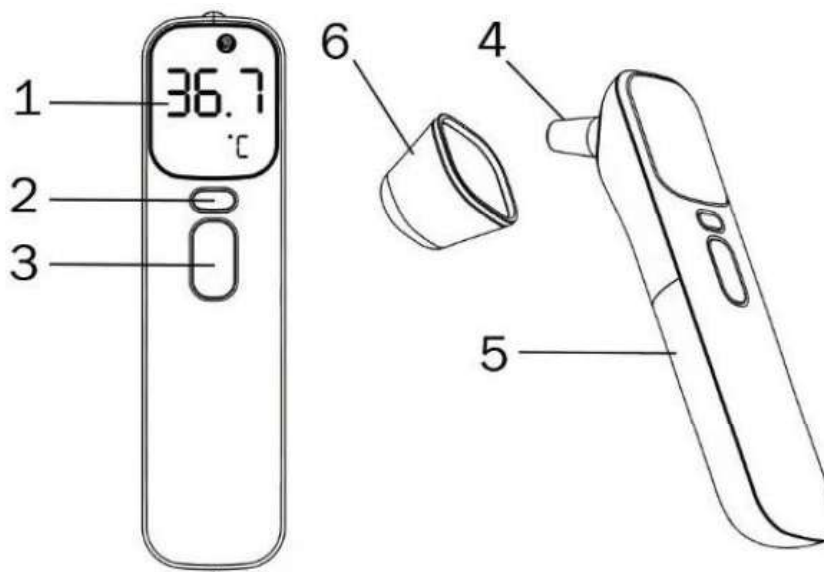

Abbildung 3.2
Die Infrarot-Temperatursonde ist wie in Abbildung 3.2 dargestellt.
2. Wenn der Bildschirm wie in Abbildung 3.2 großangezeigt wird und die Temperatureinheit „°C“ blinkt, kann der Benutzer mit der Messung beginnen.